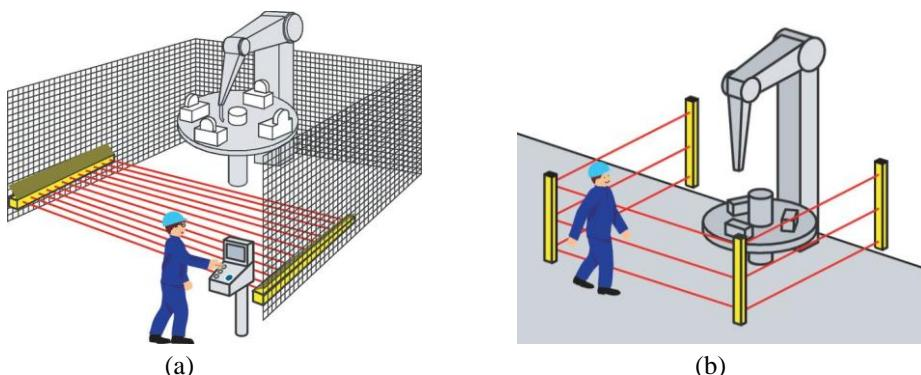

Figura 1.94 – (a) Aplicação horizontal de uma cortina de luz. (b) Cortina de luz para controle de acesso a um perímetro.
► Exemplo 13 – Aplicação: cortina de luz (segurança industrial) – Figura 1.94.